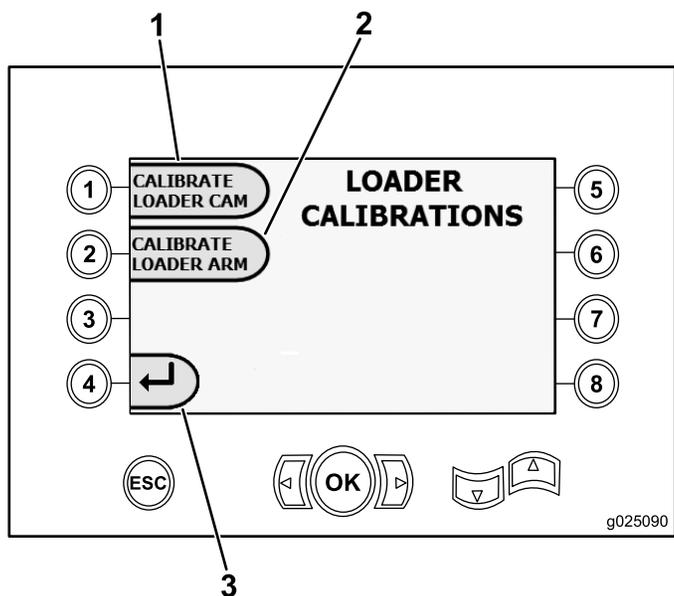

Figura 17
- Pressione o botão 1 para calibrar o came do carregador (Figura 17)
- Pressione o botão 2 para calibrar o braço do carregador (Figura 17)